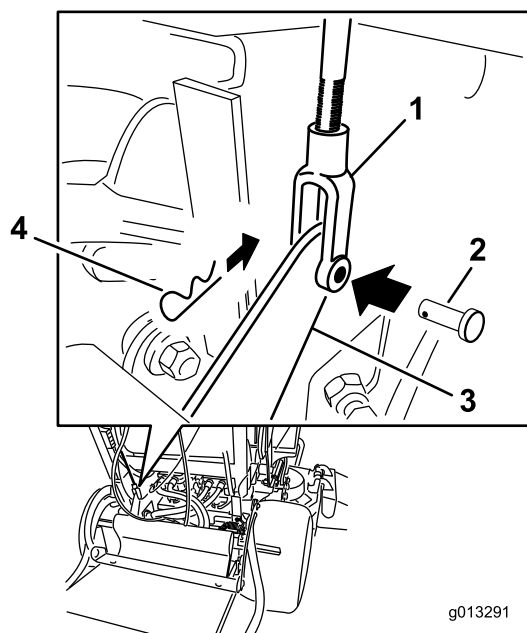

Figura 60
4. Per regolare il freno, staccate il perno con testa e la coppiglia dalla leva del freno inferiore e dalla forcella (Figura 60).
7. Fissate la forcella alla leva del freno inferiore con il perno con testa e con la coppiglia (Figura 60).